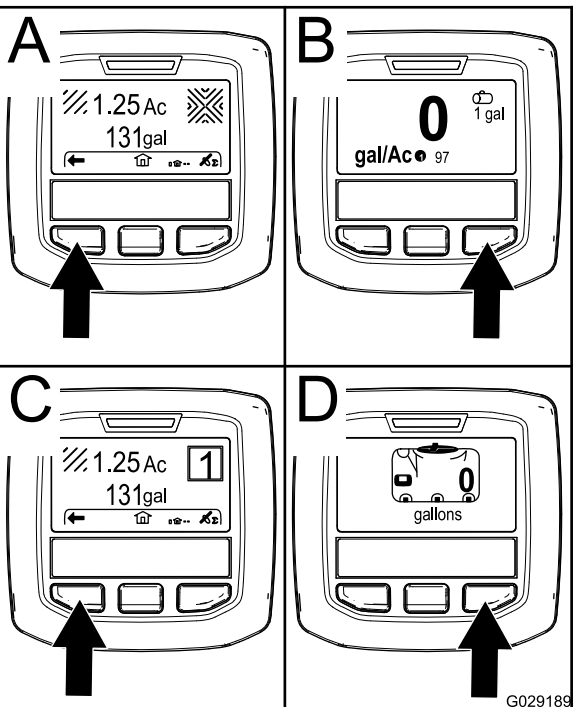

Figura 61
- Botón de selección derecho: **Área total fumigada** (Figura 61, A)
- Botón de selección derecho: **Caudal de aplicación** (Figura 61, B)